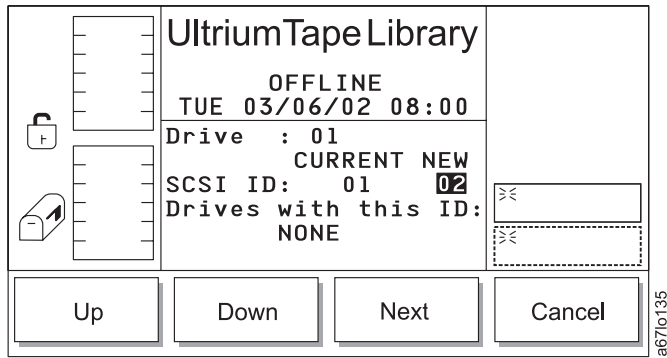

Abbildung 51. Laufwerk-SCSI-ID-Dialog
1. Drücken Sie den Knopf unter dem Programmfunktionssymbol **Next**. Der Laufwerk-SCSI-ID-Dialog erscheint (siehe Abb. 51 auf Seite 68).
Tabelle 15. Übersetzung von Abb. 51, Laufwerk-SCSI-ID-Dialog